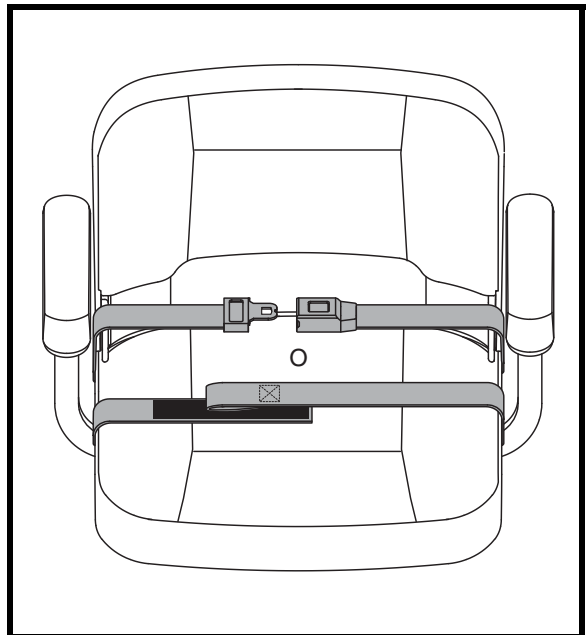

Figura 21. Cinture di sicurezza- Cintura di sicurezza con aggancio metallico o Cintura di sicurezza con gancio riutilizzabile e velcro
1. Inserire il gancio metallico del lato destro della cintura nella chiusura di plastica al lato opposto spingendo fino a sentire un "click". **Vedere figura 21.**
1. Allineare le due parti della cintura ponendo la parte con il velcro direttamente sopra il lato di adesione ("gancio") dell'altra parte. Premere per bloccare. **Vedere figura 21.**